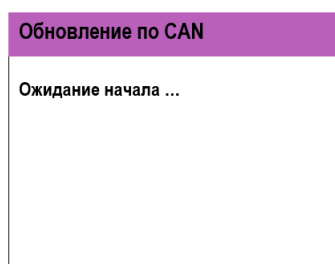

Рисунок 16 - Ожидание клонирование загрузчика ППК-слейв
- 1.3.2. Произвести подключение питания на ППК-слейв, при этом на дисплее будет отображено сообщение о готовности получения загрузчика по CAN сети (рисунок 16).